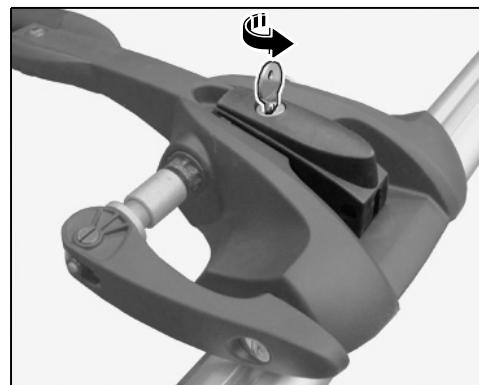

Figura 24
- 5.6.3 Cerrar la palanca tensora ( $\Rightarrow$  Figura 24).